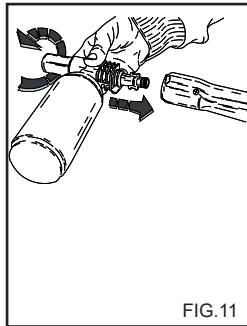

FIG.11
2) Retirer la rallonge de la poignée et monter le kit vaporisateur de détergent (fig.11) actionner le nettoyeur haute pression et vaporiser sur la surface à laver, de bas en haut.